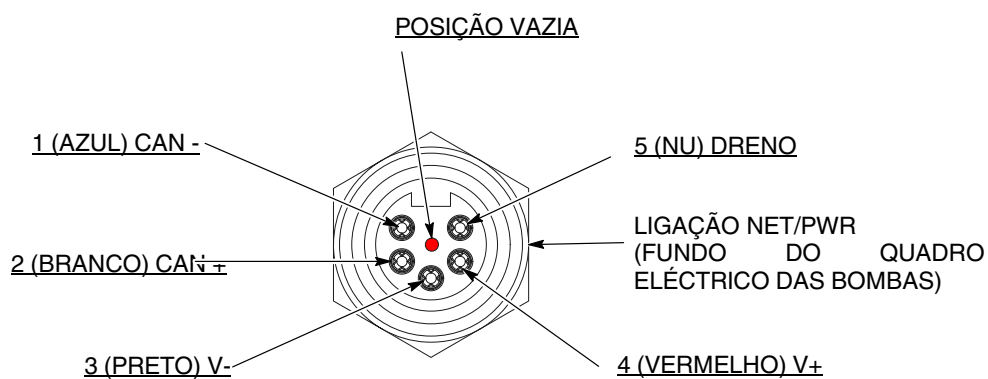

Figura 3-5 Ligações eléctricas do controlador Encore HD
2. Ligue bem as extremidades dos fios do cabo de interligação à ficha NET/PWR 1 situada no fundo do quadro eléctrico da bomba. Consulte as ligações correctas dos fios na figura 3-5.